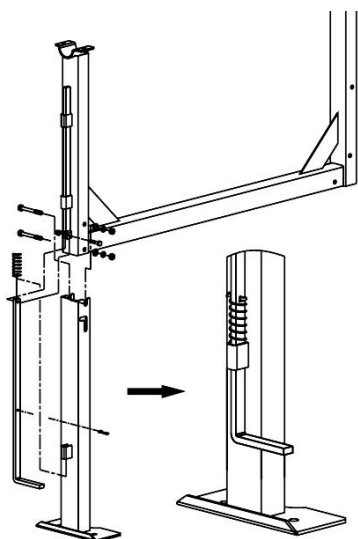

Рис. 3
- Зафиксируйте соединение винтами (M8x70 и M6x25). Крепко затяните винты (См. Рис.3).